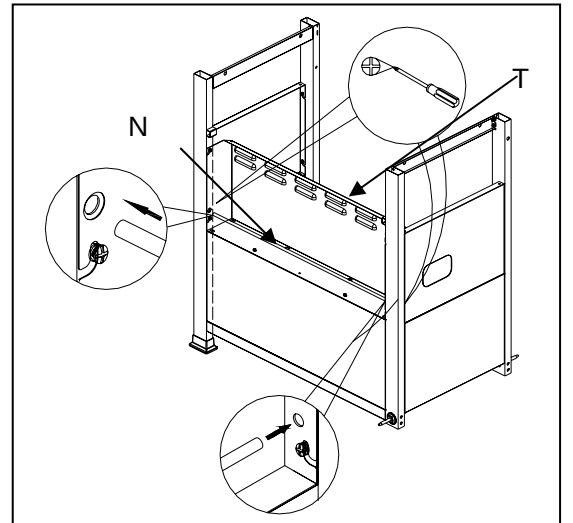

Fig. 9
- Retire las tuercas y arandelas que vienen preensambladas en el eje corto, coloque las ruedas (C) en el eje que está fijado a la pata frontal derecha del carrito (I) y a la pata trasera derecha del carrito (J), como se muestra en la Fig. 9.